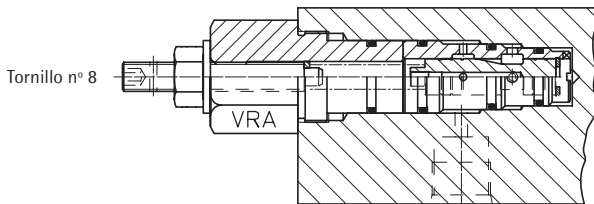

Fig. 53 Grupo VRA, equilibrado descenso tornillo nº 8
- Aumentar ligeramente la baja velocidad, desenroscando el tornillo nº 2. Cerrar el grifo principal, desenroscar el tornillo nº 3, descargar la presión con el pulsador de emergencia, desmontar y limpiar el grupo VRA, válvula de equilibrado de descenso, tornillo nº 8 (ver Fig. 53).